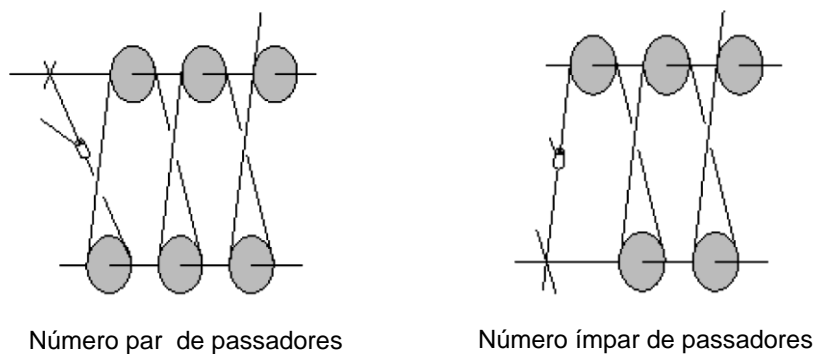

Fig. 06 – 40
- (1) Localização da chave de fim de curso de elevação exibida na Fig. 06 - 40.